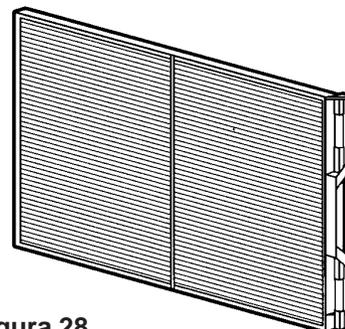
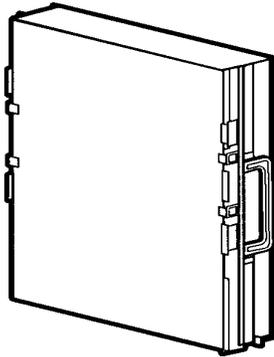

Figura 28
Figura 29
5. Remueva el Pre-Filtro (Figura 28) y/o las Celdas Colectoras (Figura 29) del purificador de aire.